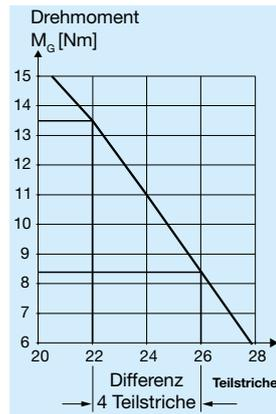
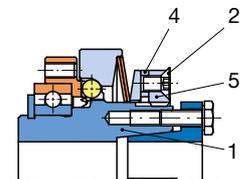

Bild 4
Bild 8
EAS[®]-NC Größe 02 (Bild 8 und Bild 4):
- Sicherungsschraube (2) lösen.
- Gewinde und Anlagefläche von Einstellmutter (5), Sicherungsring (4) und Nabe (1) fetten.
- Einstellmutter (5) von Hand bis zur Anlage der Tellerfeder (9) zustellen.
- Weiterdrehen bis die 4 Kerben am Umfang der Einstellmutter (5) und die Kerben im Sicherungsring (4) übereinstimmen.
- Die Einstellmutter (5) mit einem Stirnlochschlüssel um die Anzahl der Teilstriche weiterdrehen, die dem gewünschten Drehmoment entspricht (Bild 4, Anzahl der Teilstriche auf dem Einstelldiagramm). Die 4 Kerben am Umfang der Einstellmutter (5) und am Sicherungsring (4) müssen in gleicher Position stehen.
- Sicherungsschraube (2) mit Loctite 243 Kleber bestreichen und in die Einstellmutter (5) eindrehen.